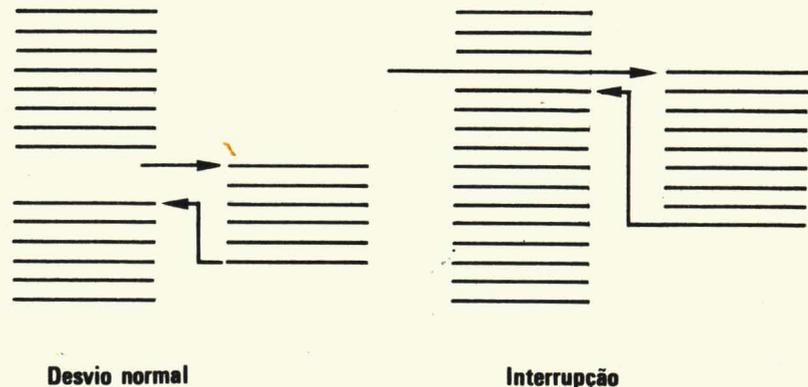

FIGURA 4 - interrupção
b) O dispositivo de I/O pode interromper a CPU quando um caráter estiver disponível para a transmissão forçando um desvio do programa que está sendo executado para uma rotina especial de interrupção. Figura 4.